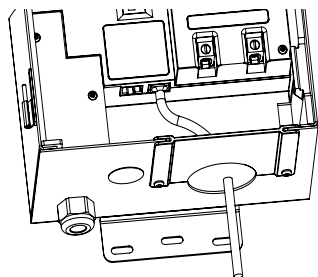

Figure 17: Programmeur principal
- ③ Appuyez sur le bouton ? ("**AIDE**").
- ④ Naviguez jusqu'à l'option **EFFACER (CLEAR)** et appuyez sur la molette (Figure 17).